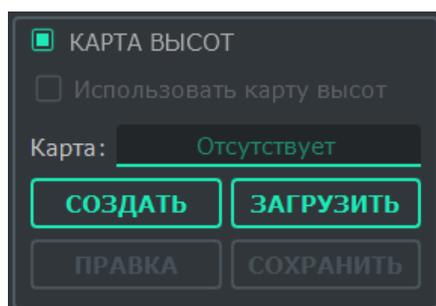

Рисунок 13. Панель Карта высот
Панель *Карта высот* показана на рис. 13. Чтобы панель стала доступной, установите галочку *Карта высот* в разделе *Панели меню Сервис → Настройки*.
- 9) Чтобы использовать построенную карту высот при выполнении программы G-кода, на панели рис. 13 сначала нажмите кнопку *Закреть* для выхода из
- 10) При необходимости сохраните построенную карту высот, нажав кнопку *Сохранить* на панели рис. 13.
- 2) На панели рис. 13 нажмите кнопку *Загрузить* и выберите требуемый файл карты высот.